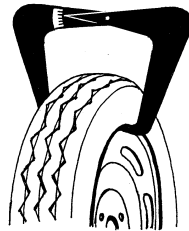

Рисунок 6.7 – Измерение кронциркулем
*Измерить ширину колеса с помощью кронциркуля (рисунок 6.7, округлив вниз до значения, кратного 0,5 дюйма. Ширину колеса можно определить также по его маркировке.*